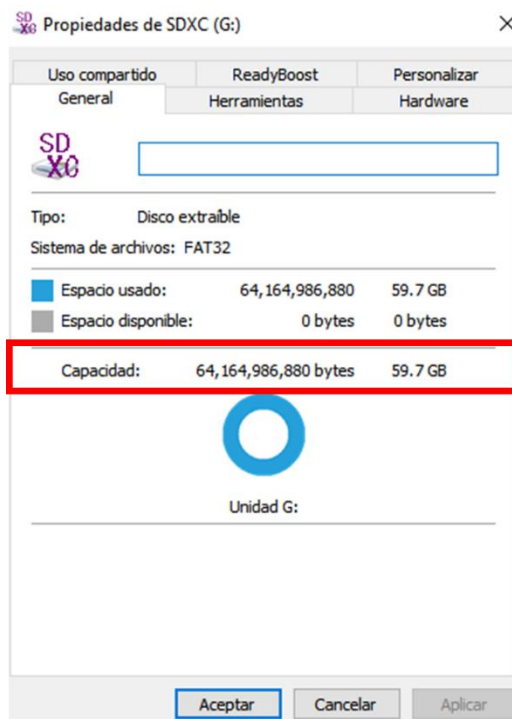

Figura 6. Verificación de la capacidad de almacenamiento de la tarjeta.
- b) Mediante la PC según se muestra en la figura 6